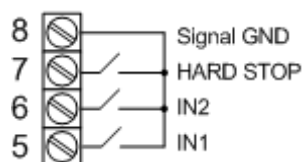

Fig. 3. Connexion des éléments de commande externes.
2. Connectez les éléments de commande externes selon les schémas de connexion de la Fig. 3 :